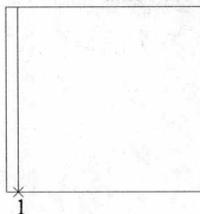

图 1-16 绘制第二个矩形
(6) 单击“绘图”工具栏中的 **【矩形】** 命令，绘制第二个矩形，其长度为 23.5，宽为 24，矩形如图 1-16 所示。命令行的提示如下：